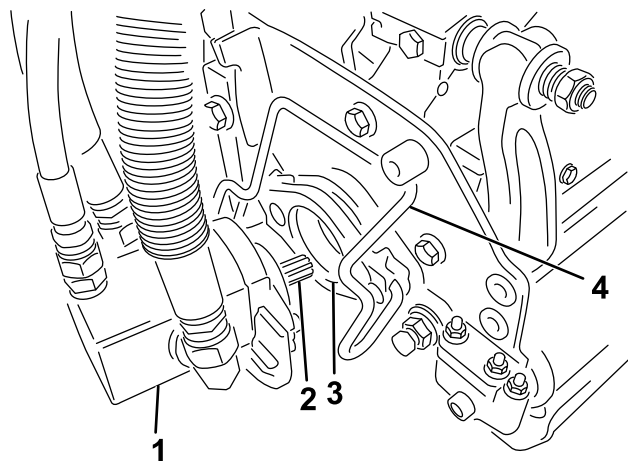

Figura 32
5. Revista o veio estriado do motor da unidade de corte com massa lubrificante limpa (Figura 32).
6. Insira o motor no lado esquerdo da unidade de corte (visto da posição do operador) e empurre a barra de retenção do motor na unidade de corte na direção do motor até ouvir um “clique” de ambos os lados do motor (Figura 32).